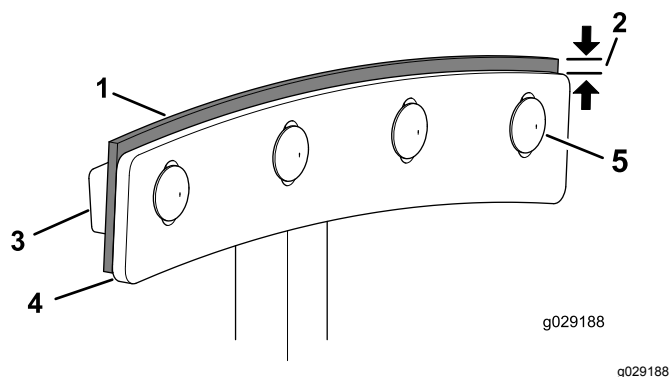

Figura 70
4. Afloje los pernos de cabeza redonda y las contratuercas prensadas que sujetan la hoja de la paleta y la escobilla a la paleta (Figura 70).